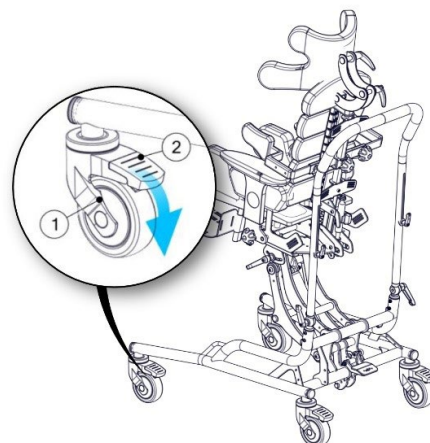

рис. 13
Рама кресла BAFFIN neoSIT HL оснащена четырьмя независимыми колесными тормозами (1); тормозные рычаги расположены прямо на колесах. Чтобы задействовать тормоз, надавите вниз на рычаг тормоза (2). Чтобы отпустить тормоз, поднимите его вверх. Колесные тормоза управляются ногой. (рис. 13)